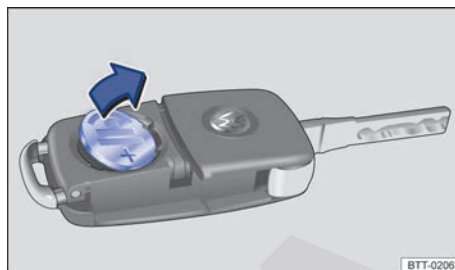

Fig. 20 Llave del vehículo con comando remoto: retirar la batería.
- Quitar la batería del alojamiento de la batería con una herramienta adecuada → fig. 20.
- Posicionar la nueva batería según lo indicado → fig. 20 y presionar en el sentido contrario al de la flecha hacia dentro del alojamiento de la batería → ⚙.